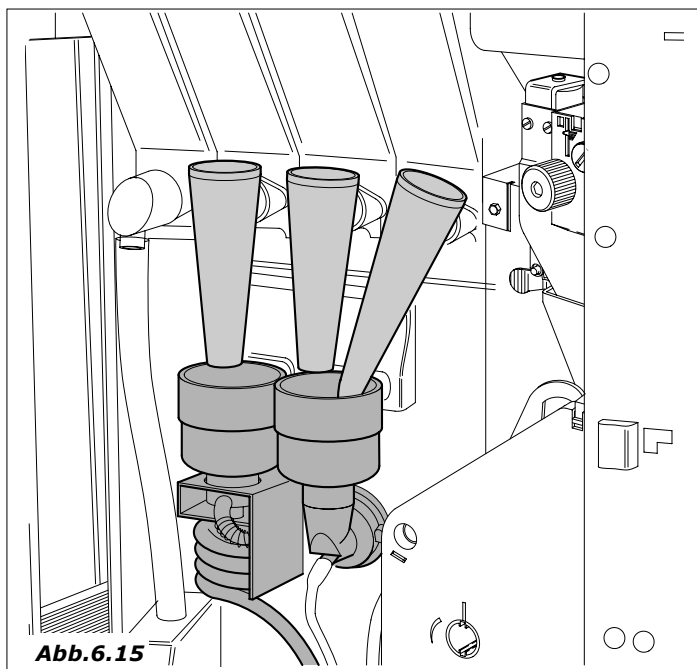

Abb. 6.15
- Nach Beendigung des Füllvorgangs muß die Mixergruppe mehrmals gespült werden, um alle Leitungen zu füllen und um eventuelle Verschmutzungen aus dem Boiler zu entfernen (Abb. 6.15)